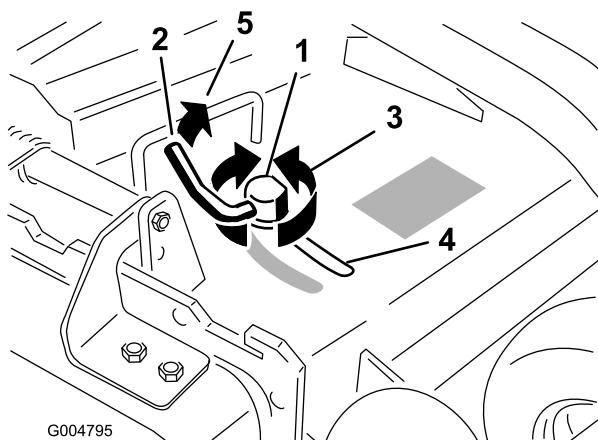

Figure 16
- Pour régler le verrou à came, soulevez le levier pour desserrer le verrou (Figure 16).
- Repoussez le levier à sa position d'origine pour serrer le déflecteur et le verrou (Figure 16).